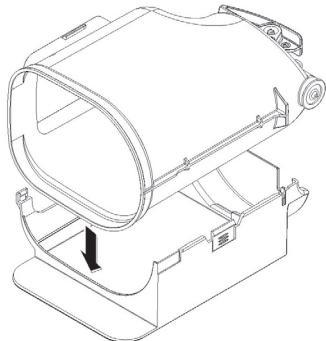

figura 11
- 1** Adagiare la parte destra del recover su un piano. Posizionare il contenitore al suo interno.(vedere figura 11).